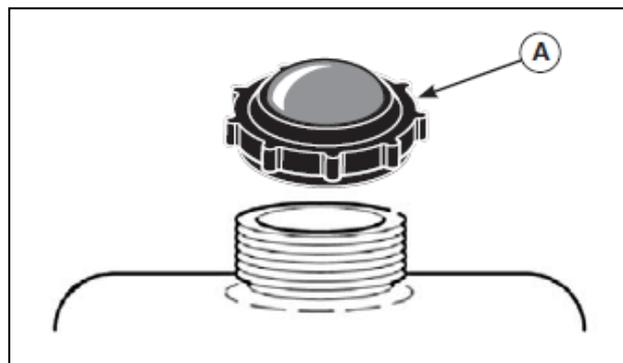

図5 燃料の補給
1. 燃料タンクキャップの周辺をふきとり、タンクキャップを外します。(A)図5